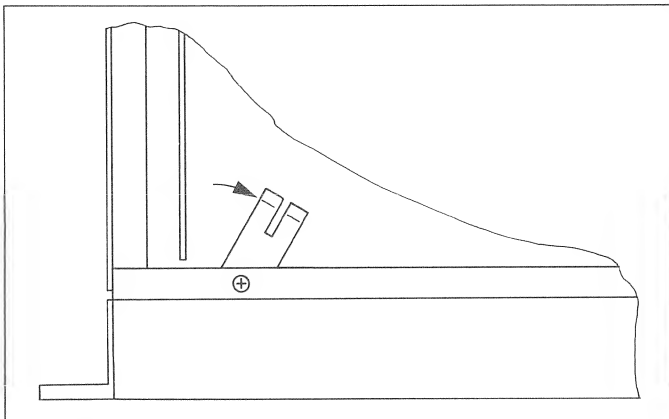

Fig. 4.14
- Linke Spannfeder für Gehäusedeckel mit Kreuzschlitzschraubenzieher lösen und etwas nach rechts drehen um Kurzschluss mit den Kontakten von Servo- 2 PCB zu verhindern (siehe Fig. 4.14).